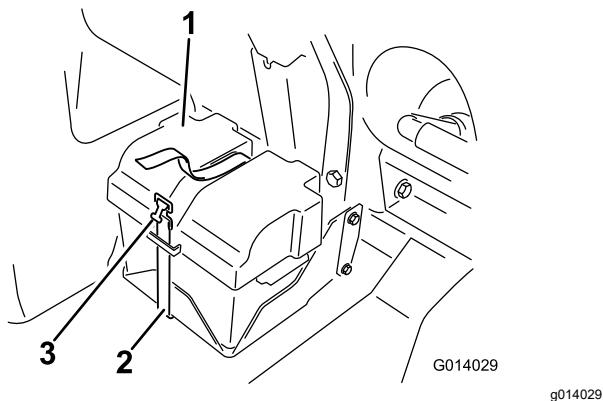

Figura 82
- Retire la tapa de la batería y desconecte el cable negativo (negro) del borne de la batería (Figura 82).
4. Instale la tapa de la batería y sujétela con la correa que retiró anteriormente (Figura 82).